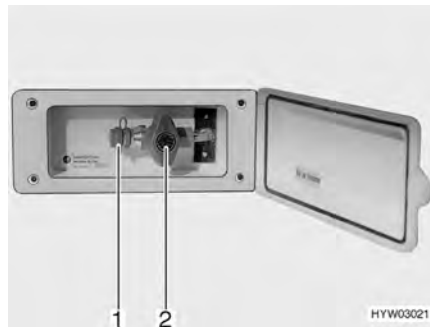

Fig. 96 Raccordement externe de gaz avec robinet d'arrêt de gaz fermé
Le raccordement externe de gaz (Fig. 96) se trouve, selon les modèles, à l'arrière ou sur le côté gauche ou droit du véhicule.
- Raccorder l'appareil à gaz externe sur le raccord (Fig. 96,1).
- Ouvrir le robinet d'arrêt de gaz (Fig. 96,2).